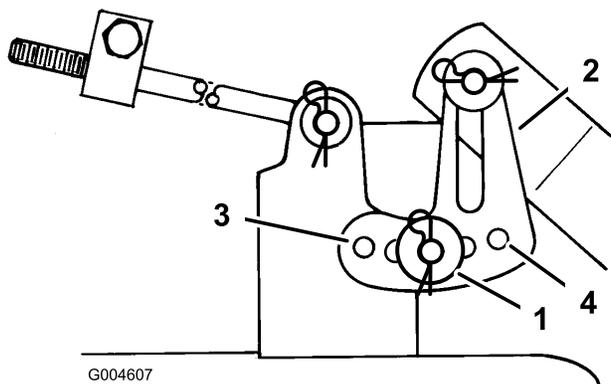

Figure 42
11. Enlevez la goupille fendue et la rondelle de l'une des pattes de mise à niveau (Figure 42).
12. Fixez la patte de mise à niveau dans un autre trou à l'aide de la rondelle et de la goupille fendue (Figure 42).